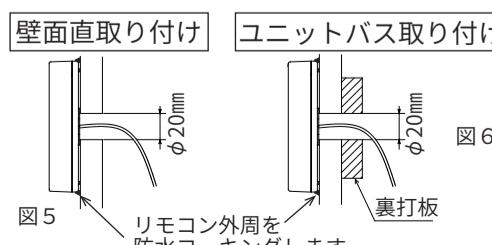

図5
- 壁面直取り付けの場合は、φ6mm・深さ30mmの穴をあけ、付属のプラグを打ち込みます。（図5）